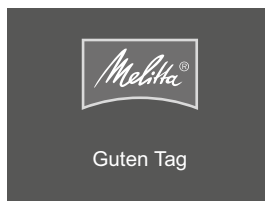

Abb. 5: Begrüßungsanzeige
2. Drücken Sie die "Ein/Aus"-Taste (9).
- » Im Display erscheint die Begrüßungsanzeige (siehe Abb. 5).